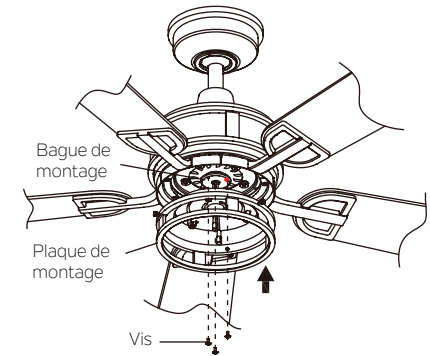

Fig. 21
Étape 1. Vous trouverez une étiquette à points sur l'anneau de montage. Retirer les 3 vis préinstallées sur la bague de montage et les conserver pour une réutilisation ultérieure. Aligner les étiquettes à points de la plaque de montage sur l'anneau de montage. Fixer la plaque de montage sur la bague de montage avec les trois vis retirées précédemment. Si nécessaire, régler la plaque de montage pour aligner la jante sur le corps du moteur et la plaque de montage. Serrer correctement les 3 vis (Fig. 21).